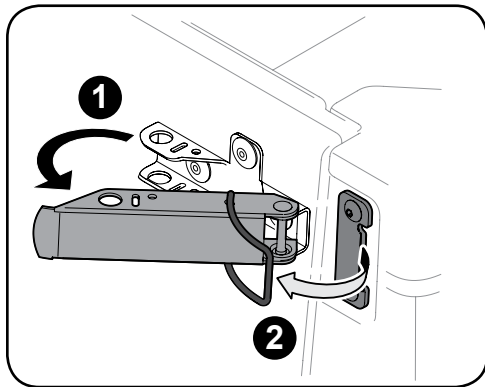
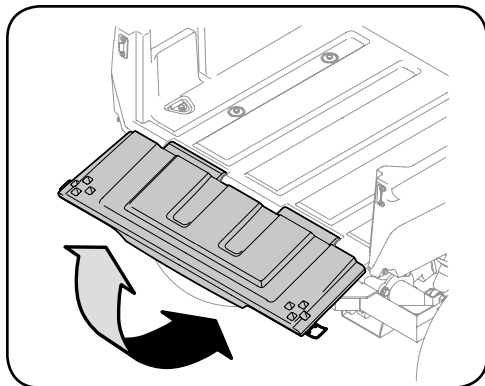
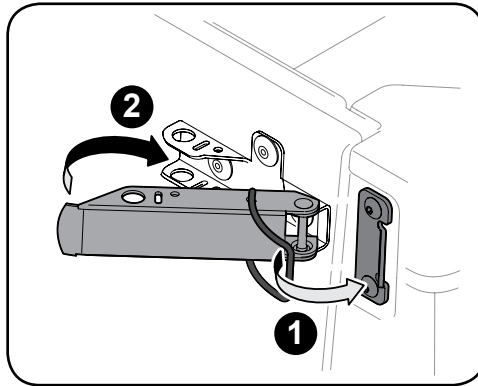

Figure 4-2
Figure 4-3
Figure 4-4
1. Décrochez les loquets du hayon, puis abaissez le hayon. Voir Figure 4-2 et Figure 4-3.
2. Relevez le hayon et verrouillez-le. Voir Figure 4-3 et Figure 4-4. N'utilisez pas le véhicule si le hayon est abaissé.